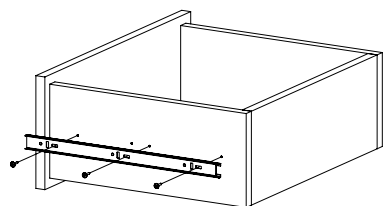

Рис.6
5. Закрепите внутренние планки направляющих на деталях 12 и 13 шурупами 3, 5х16 (Рис. 6).